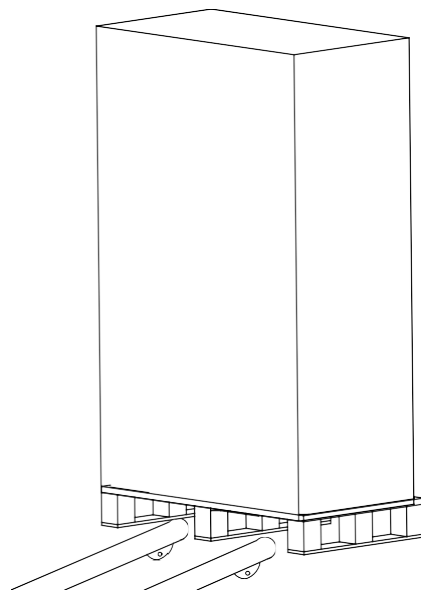

Рис. 3-5 Перевозка в необходимое место
2. Перевезите оборудование в необходимое место с помощью вилочного погрузчика, как показано на Рис. 3-5.